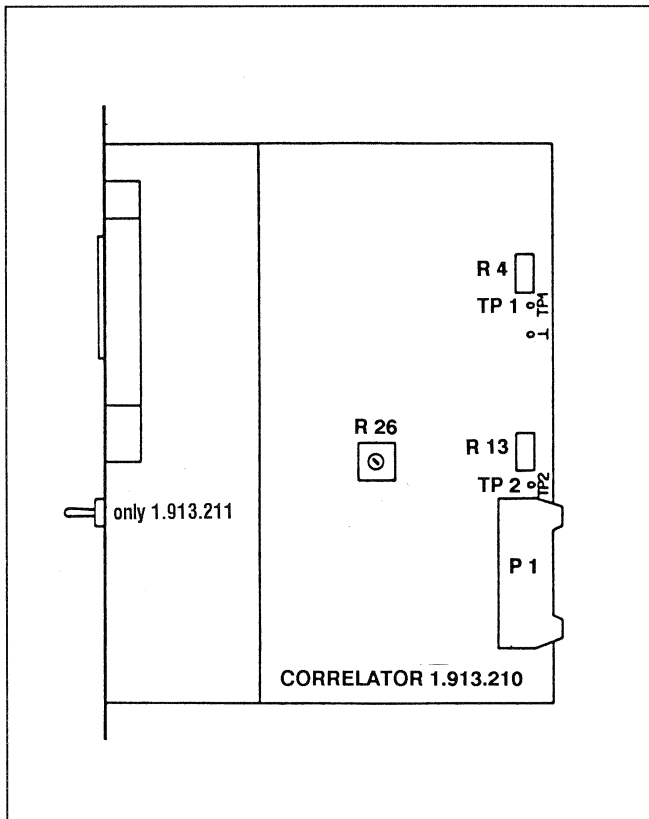

Fig. 5
- An Testpunkt 1 (TP1, Fig. 5) und Testpunkt 2 /TP2, Fig. 5) mit R4 (Fig. 5) und R13 (Fig. 5) -18 dBu oder 100 mVAC einstellen.
- Mit R26 (Fig. 5) Zeigerausschlag des Instrumentes auf +1 einstellen.